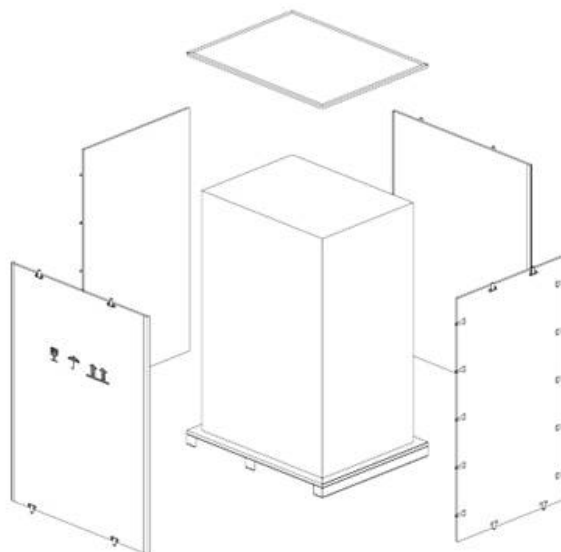

Fig. 3-5 Desembalaje UPS Modular
3. Abrir la tapa superior de la caja de madera levantando los pasadores de acero ubicados en los bordes con ranura, seguido de tablas laterales (ver Fig.3-5).